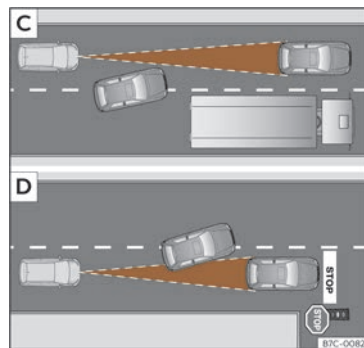

Fig. 133 **C** Changement de voie d'un véhicule. **D** Véhicule tournant et un autre arrêté.
- Véhicules changeant de voie pour aller sur la vôtre, à courte distance de votre véhicule >>> **fig. 133 [C]**.
L'ACC peut ne pas réagir face à des véhicules arrêtés. Par ex., si un véhicule détecté par l'ACC tourne ou se détache et que devant ce dernier se trouve un véhicule à l'arrêt, l'ACC ne réagira pas face à celui-ci >>> **fig. 133 [D]**.